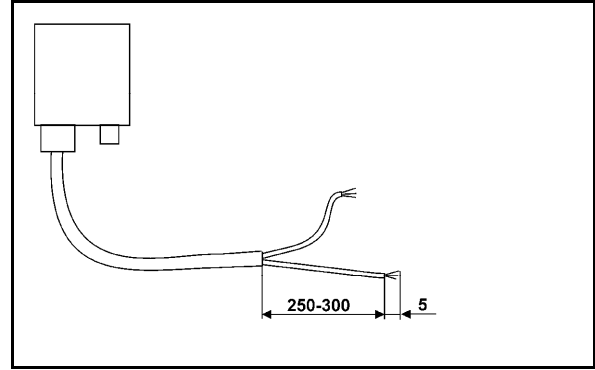

Fig. 4
3. Kablo ucu (Fig. 4) 250 - 300 mm kadar soyulmalıdır
- Kablo uçlarında (Fig. 4) 5 mm kadar izolasyon çıkarılmalıdır.